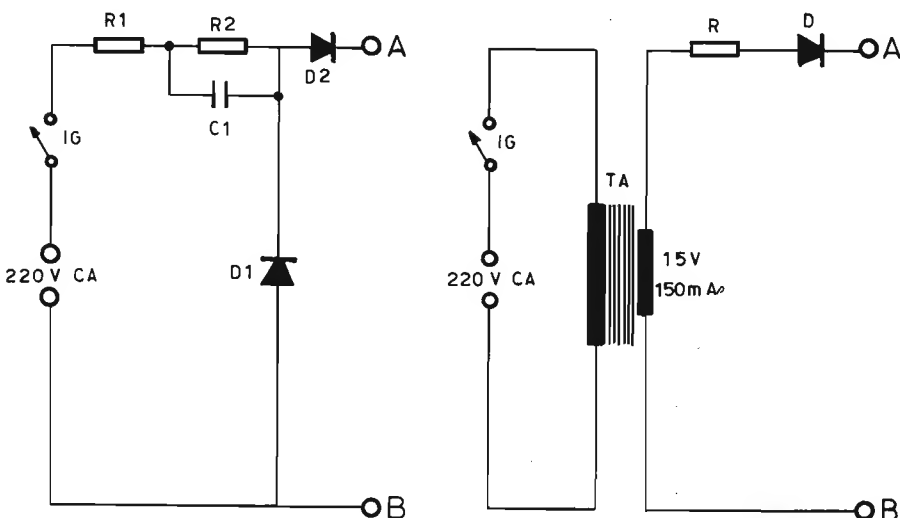

Figura 1-B - A sinistra, metodo di alimentazione del dispositivo direttamente attraverso la tensione alternata di rete: a de-
Lo schema elettrico del temporizzatore a relè è riprodotto in figura 1-A: l'intero dispositivo può essere montato con estrema semplicità, usufruendo soltanto di un transistor a giunzione singola (T) e di un triac (TR).
L'alimentazione può avere luogo senza l'impiego di un trasformatore secondo il circuito di alimentazione riportato a sinistra in figura 1-B, per cui è importante
Nello schema di figura 1-A, i punti A e B identificano rispettivamente i poli positivo e negativo dell'alimentazione: nel caso in cui si preferisca evitare l'impiego di un trasformatore, la sezione di alimentazione può presentare lo schema di figura 1-B a sinistra, impiegando componenti i cui valori verranno precisati nell'apposito elenco. Se invece si preferisce adottare un sistema di alimentazione a trasformatore, ci si potrà basare sullo schema di figura 1-B a destra: il secondario dovrà fornire una
Figura 1-A - Schema elettrico completo della sola sezione elettronica del temporizzatore. Le lettere A e B indicano rispettivamente il lato positivo e quello negativo dell'alimentazione.
Per quanto riguarda il doppio deviatore «DEV.» visibile nello schema di figura 1, e azionato da comando unico, il circuito stampato comporta in totale quattro punti di ancoraggio. Anche per quanto riguarda questo commutatore, si precisa che è possibile usare un tipo a cursore per fissag-
gio diretto sulla piastrina a circuito stampato; ma è ugualmente possibile adottare un tipo per fissaggio a pannello, nel qual caso il collegamento avrà luogo mediante conduttori flessibili isolati, con minime difficoltà agli effetti dell'individuazione della tecnica esatta di collegamento, facilmente rilevabile controllando alternativamente lo schema elettrico di figura 1 e il disegno di figura 3, rispetto al circuito stampato di figura 2.